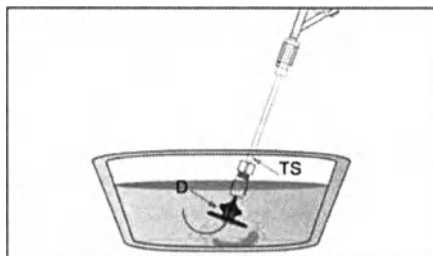

Рис.10
- Потяните за катетер толкателя (PC) и полностью задвиньте устройство (D) в транспортировочный интродьюсер (TS) (рис. 10).